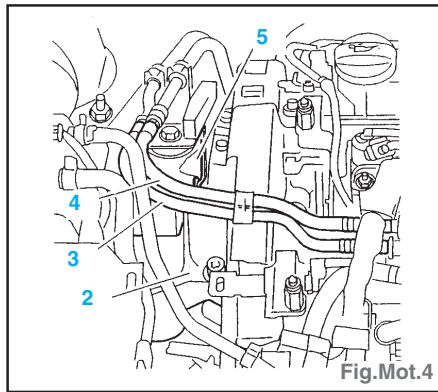

Fig.Mot.4
- Désaccoupler et obturer [outil 7] le tube d'arrivée (3) et de retour (4) de carburant, écarter les tubes (3 et 4) et déposer la biellette anti-couple (5) et la bride (2) (Fig.Mot.4).